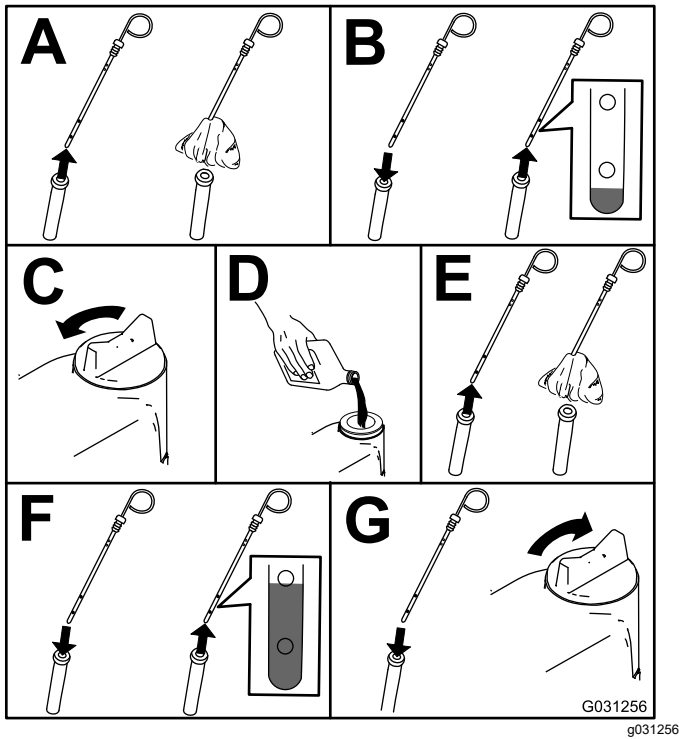

Figure 50
2. Contrôlez le niveau d'huile moteur ; voir Figure 50.